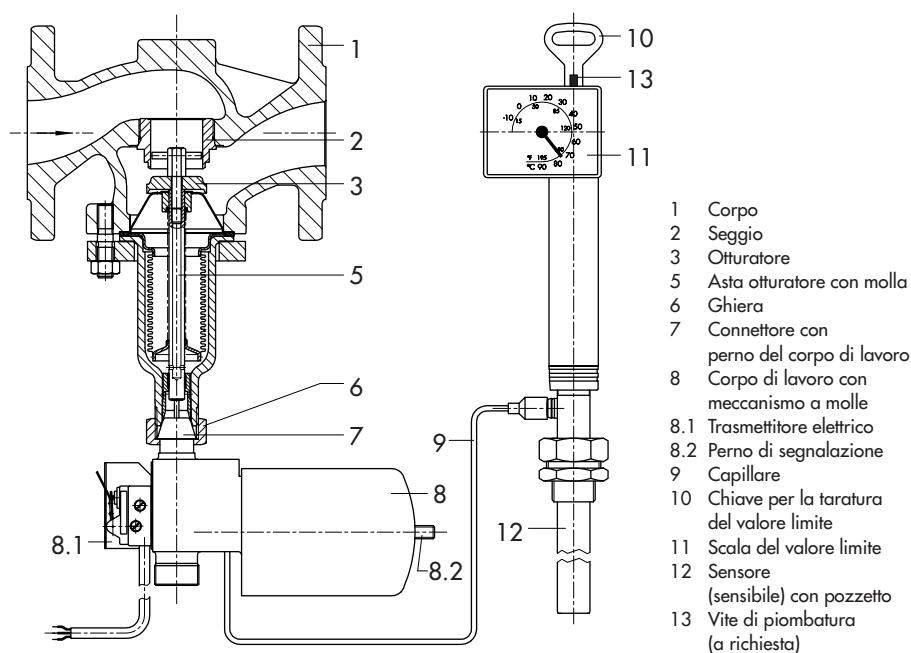

Fig. 2 · Controllore di sicurezza Tipo 4/2213 con valvola Tipo 2114
(Vedere fig. 2.) I controllori di sicurezza limitano la temperatura attraverso la chiusura di una valvola SAMSON (Tipo 2111, 2114, 2118 o 2119) collegata ad un termostato.
5. Ruotare la chiave (10, fig 2) e ridurre il valore limite del controllore della temperatura fino a quando l'indicatore (7) segna il valore 0 sulla scala.
7. Regolare l'interruttore (3) fino a quando non si accende la lampadina, fissare le viti (5).
(Vedere fig. 2.) Il termostato di sicurezza di default è impostato su una temperatura limite di ca. 60 °C .